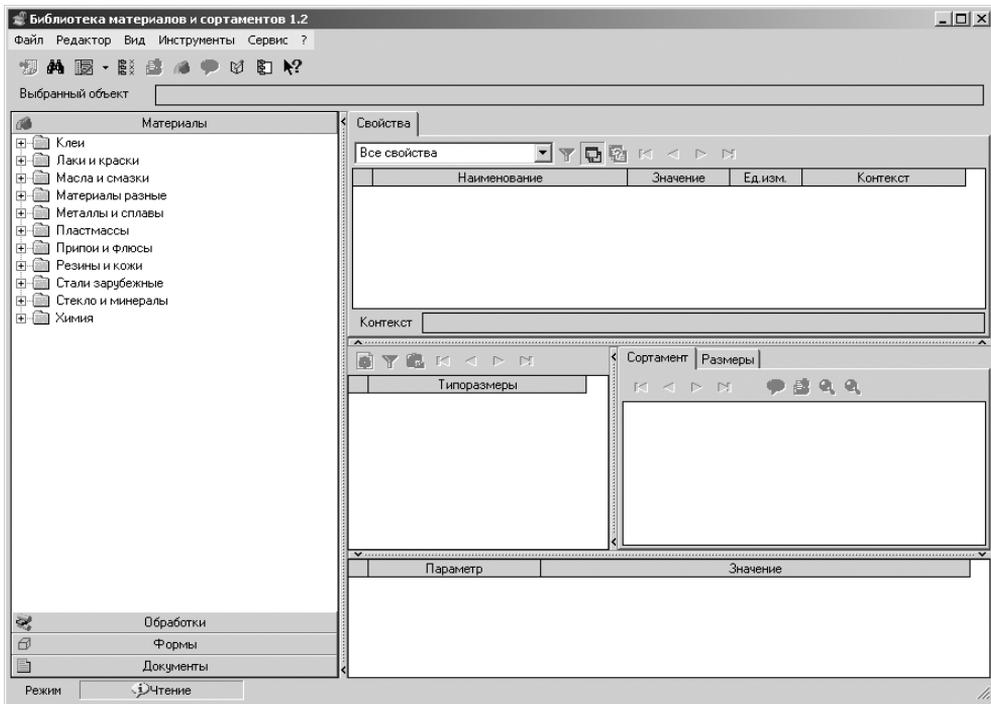

Рис. 4.94. Окно системы **Библиотека материалов и сортов 1.2**
- щелкните по кнопке  – **Загрузить «ЛОЦМАН Материалы и сортаменты»**, расположенной за полем **Наименование материала**. Появится система **Библиотека материалов и сортаментов 1.2**, см. рис. 4.94;